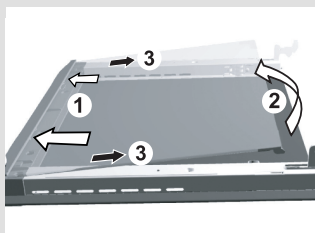

figure 1
- Saisissez la vitre par le bas. Tirez-la délicatement vers vous, puis soulevez-la légèrement – mais pas trop – (de 10 mm au maximum) jusqu'à ce que le coin support sorte de la fente (figure 1).